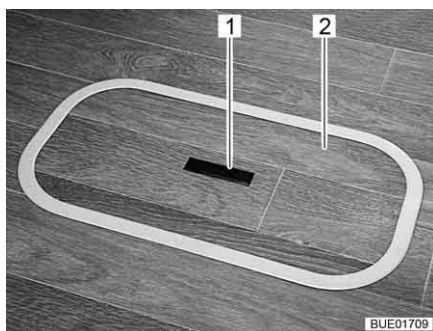
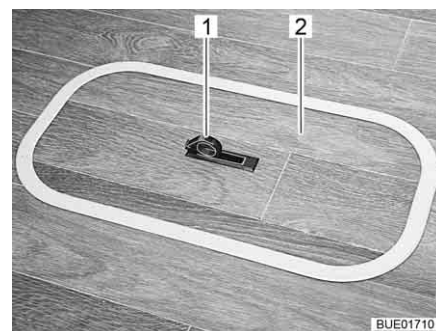

Bild 62 Lock för golvfacket (handtag sänkt)
Bild 63 Lock för golvfacket (handtag utsvängd)
- Tryck nedåt på ena sidan av gripplattan (Bild 62,1). Handtaget (Bild 63,1) svängs upp.
- Ta av locket (Bild 62,2 eller Bild 63,2) uppåt.